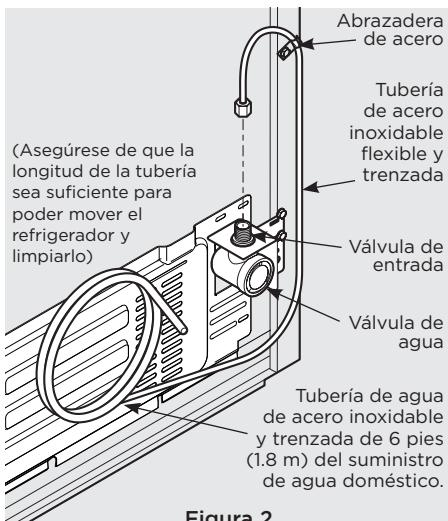

Figura 2
5. Si utiliza tuberías de acero inoxidable flexibles y trenzadas, la tuerca ya está montada en el tubo. Deslice la tuerca en la entrada de la válvula y ajuste la tuerca con los dedos en la válvula. Ajuste otra media vuelta con una llave inglesa; NO ajuste en exceso. Ver la figura 2.